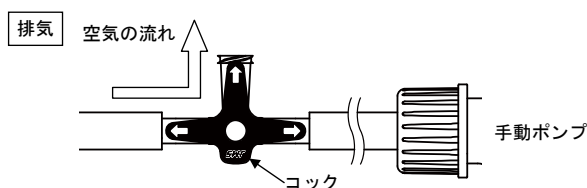

図 5
8. 投与を終了した後（投与開始から目安として 15 分経過後）、三方活栓のコックを図 5 のように合わせ、加圧バッグ内部の空気を排出し、栄養剤容器を取り出します。